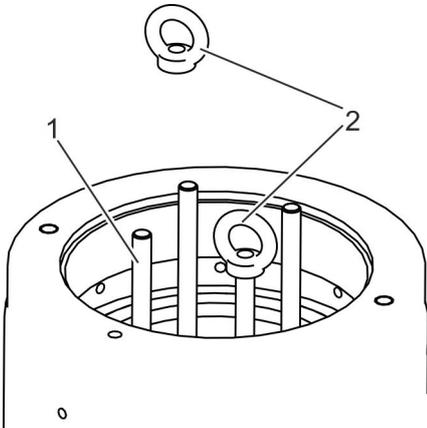

Abb. 10: Verschlussdeckel mit Ringmutter anschlagen
8. ➤ Mitgelieferte Ringmutter (Abb. 10/2) auf den Stiftschrauben (Abb. 10/1) des Verschlussdeckels aufschrauben.
9. ➤ Sicherstellen, dass Gewinde der Ringmutter (Abb. 10/2) vollständig auf den Stiftschrauben (Abb. 10/1) aufgeschraubt ist.
10. ➤ Ringmutter (Abb. 10/2) mit geeigneten Anschlagmitteln am Hebezeug anschlagen.